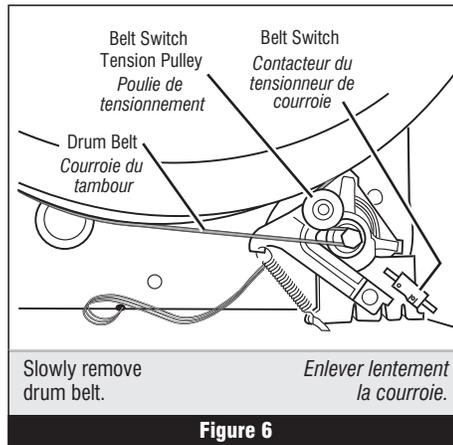

Figure 6
4. Check the belt switch and drive motor. Access the belt switch and drive motor by removing the front panel/drum assembly. See Removing the Front Panel/Drum Assembly, page 12. Slowly remove the drum belt from the spring-loaded belt switch tension pulley, gently letting the pulley down. See figure 6.
4. Contrôler le contacteur du tensionneur de courroie et le moteur d'entraînement. Ôter le panneau avant/tambour pour accéder au moteur d'entraînement et au contacteur du tensionneur de courroie. Voir Dépose de l'ensemble panneau avant/tambour, page 12. Séparer lentement la courroie du tambour de la poulie de tensionnement chargée par ressort; laisser la poulie descendre doucement. Voir la figure 6.